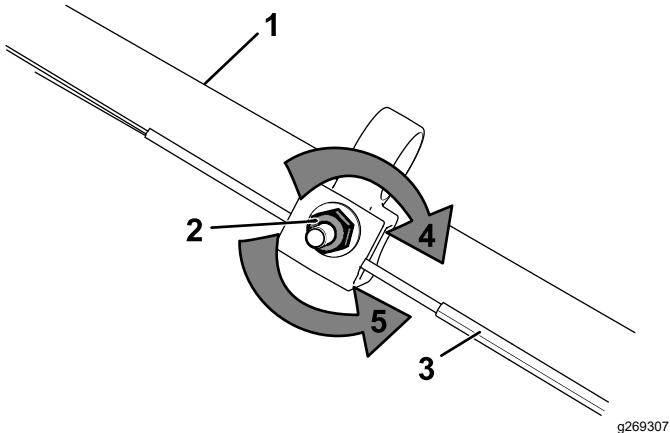

Bild 28
1. Drehen Sie die Einstellmutter nach links, um die Seileinstellung zu lösen (**Bild 28**).
2. Stellen Sie die Spannung des Seils (**Bild 28**) ein, indem Sie ihn zurückziehen oder nach vorne drücken und dann in dieser Stellung arretieren.